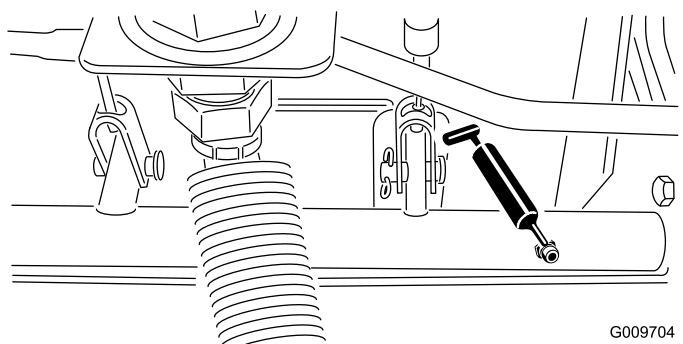

Figure 43
- Roulements d'axes de pivots de freins (5) (Figure 43)